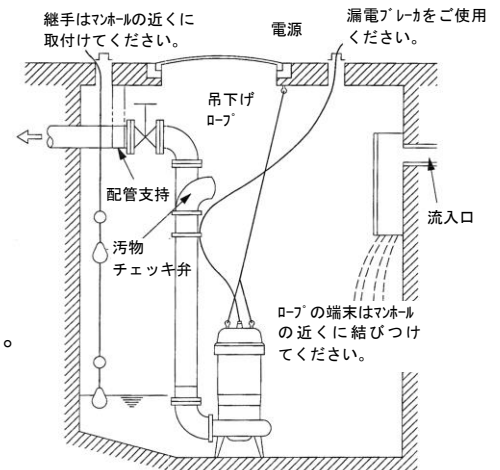

図 2
- 4) 槽内の流れがある場合には適当な配管を支持してください。（図2参照）